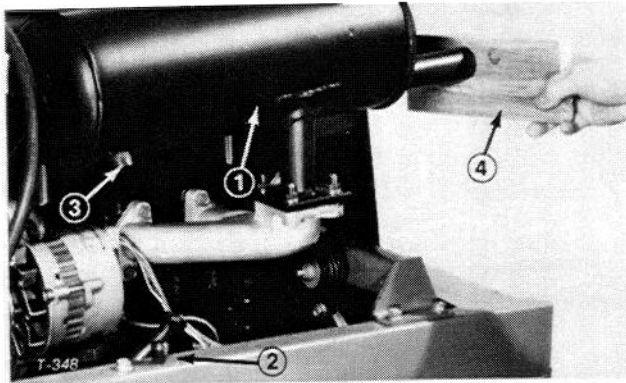

Bild 36
2. Den Rohrstöpsel an der Unterseite des Schalldämpfers aus der Reinigungsöffnung entfernen (Bild 36).
3. Den Motor anlassen, das normale Auspuffrohr mit einem Holzklotz oder einer Stahlplatte verstopfen, so daß der Ausstoß aus der Reinigungsöffnung erfolgt (Bild 36). Die Blockierung solange fortsetzen, bis keine Kohlenstoffrückstände mehr austreten.